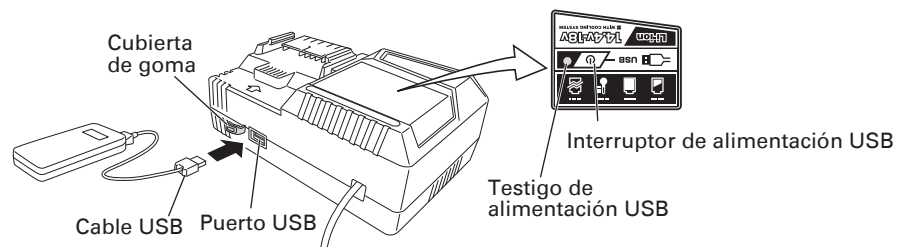

Fig. 16d
(2) Encienda el enchufe de alimentación USB (Fig. 16d)
(3) Conecte el cable USB. (Fig. 16d)
- Apague el interruptor de alimentación USB y desenchufe el cable de alimentación de la toma de alimentación eléctrica. (Fig. 16d)